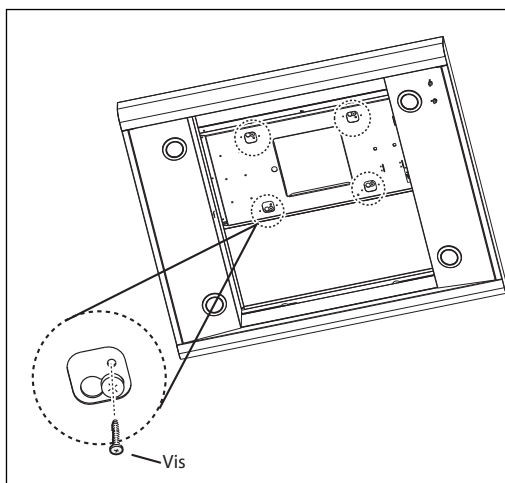

FIG.7
7. Serrez bien les vis (de l'intérieur du toit d'évacuation). Fixez le toit d'évacuation à la structure à l'aide de 4 vis, de l'intérieur du toit d'évacuation. Voir fig. 7.